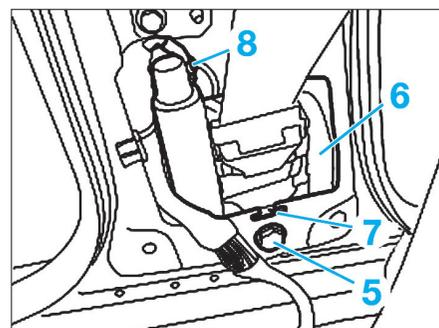

Fig. 29
- Déposer la vis (5) et éloigner le prétensionneur (6) en dégageant l'attache (7) de son logement dans le montant (Fig.29).
- Débrancher le connecteur électrique (8)